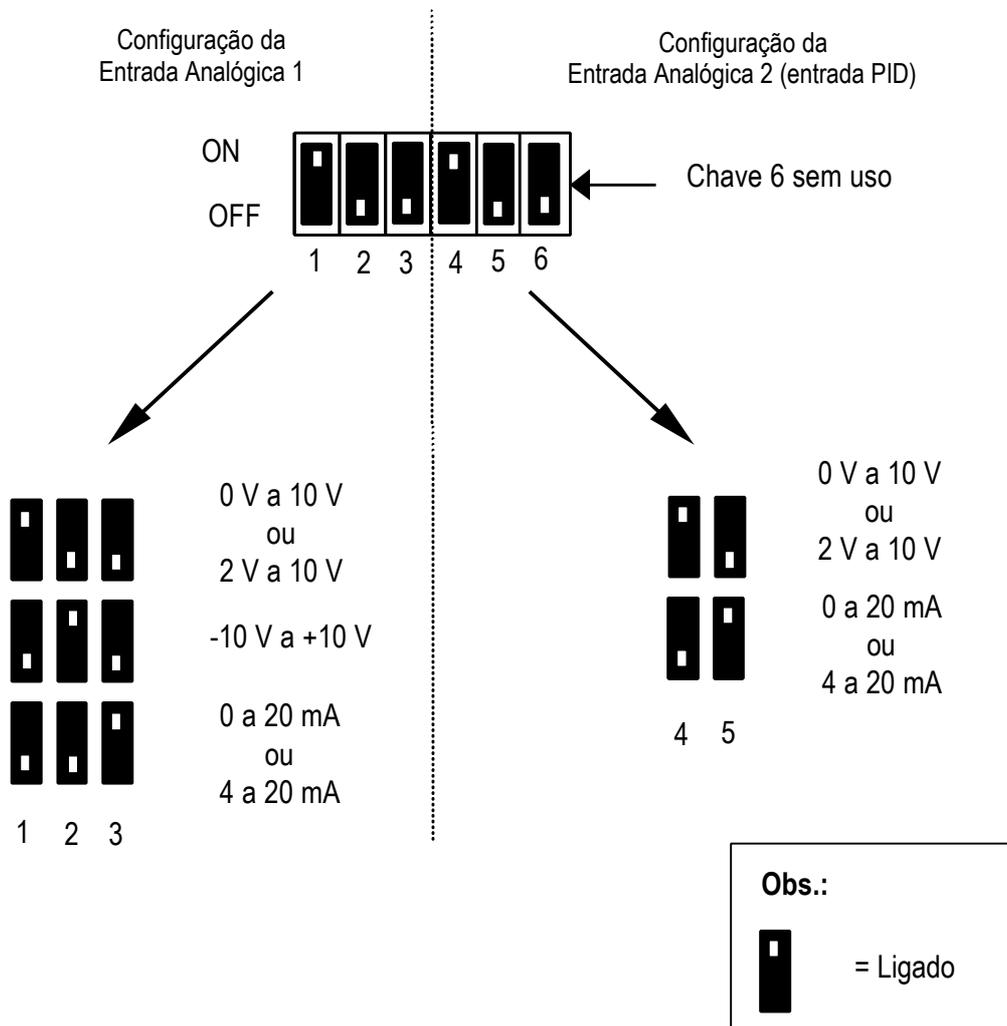
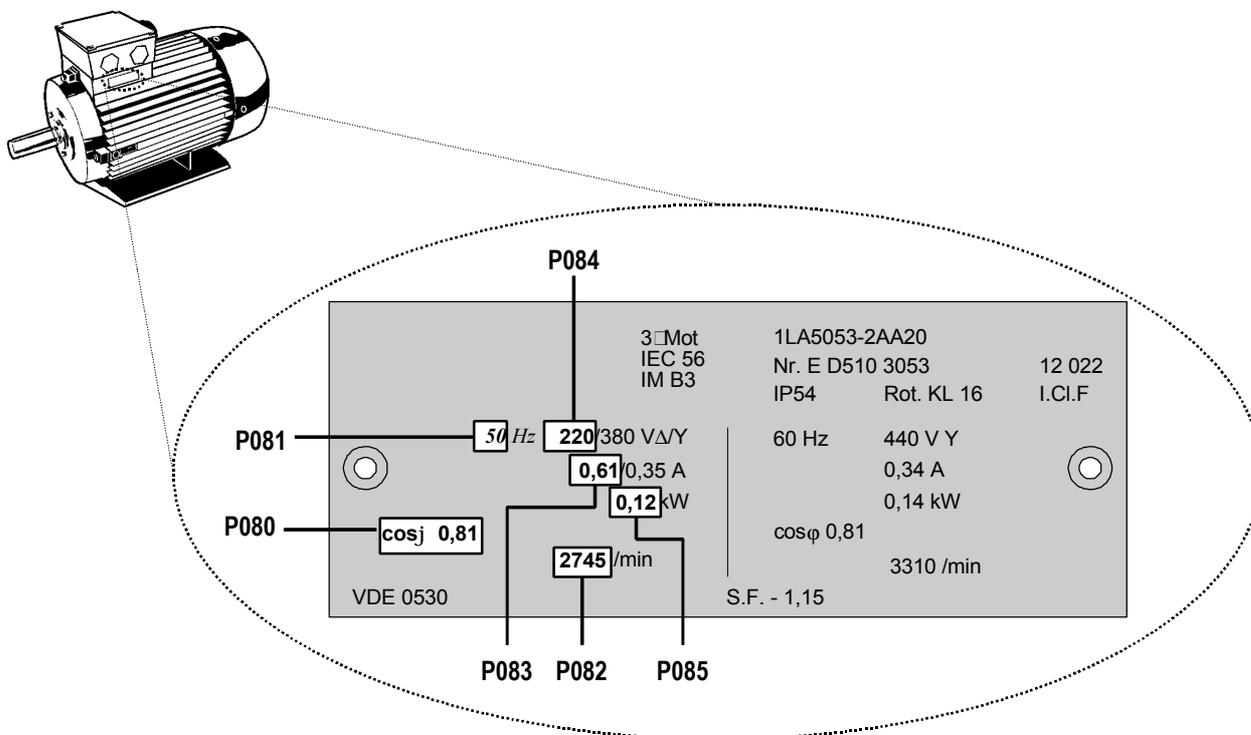

Figura 16. Microchaves Seletoras
Figura 17: Exemplo de Placa de Identificação de um Motor
As microchaves selecionam entre entrada analógica em tensão (V) e corrente (I), e também selecionam um sinal de realimentação para PID em tensão ou em corrente (veja Figura 16: Microchaves Seletoras). Estas chaves podem ser acessadas somente quando:
As cinco microchaves seletoras devem ser ligadas de acordo com os ajustes de P023 ou P323 para a operação do inversor. A Figura 16 mostra o ajuste das chaves para os diferentes modos de operação.
- (1) O inversor não possui nenhuma chave principal de rede, portanto o mesmo estará ativo quando conectado à alimentação principal. O equipamento aguarda, com a saída bloqueada, o acionamento da tecla PARTIR ou um sinal digital equivalente no borne 5 (sentido horário – ajuste de fábrica) ou 6 (sentido anti-horário – ajuste de fábrica) – veja os parâmetros P051 a P055 e P356.
- (2) Caso seja selecionado para visualização a frequência de saída (P001 = 0), enquanto o inversor não estiver operando será visualizado o valor de referência em intervalos de aproximadamente 1,5 segundos.
- (3) O inversor vem programado de fábrica para aplicações padronizadas com motores Siemens. No caso de serem utilizados outros motores, será necessário entrar com os dados de placa do motor nos parâmetros P080 a P085 (veja Figura 17). **Obs.: Estes parâmetros somente serão acessíveis caso P009 = 002 ou 003.**
- (1) Conectar uma chave simples tipo liga/desliga, nos bornes 9 e 5. Com ela será ajustado o inversor para rotação do eixo do motor no sentido horário (ajuste padrão).
- (2) Fixar todas as tampas do inversor e ligá-lo à rede. Ajustar o parâmetro P009 em 002 ou 003 a fim de permitir o ajuste de todos os parâmetros.
- (3) Certifique-se de que o parâmetro P006 esteja ajustado em 000 para receber a referência digital.
- (4) Ajustar o parâmetro P007 em 000 para especificar a entrada digital (DIN1, borne 5 neste caso) e bloquear as teclas do painel de comando.
- (5) Ajustar o parâmetro P005 para a referência de frequência desejada.
- (6) Ajustar os parâmetros P080 a P085 de acordo com a placa de identificação do motor (veja Figura 17).
- (3) Configurar a Entrada Analógica 1 ajustando as microchaves 1, 2 e 3 para entrada em tensão (V). (veja Figura 16, Seção 4.1.2)
- (4) Fixar todas as tampas do inversor e ligá-lo à rede. Ajustar o parâmetro P009 em 002 ou 003 a fim de permitir o ajuste de todos os parâmetros.
- (5) Ajustar o parâmetro P006 em 001 para receber a referência analógica.
- (6) Ajustar o parâmetro P007 em 000 para especificar a entrada digital (DIN1 (borne 5) neste caso) e bloquear as teclas do painel de comando.
- (7) Ajustar os parâmetros P021 e P022 para especificar a frequência de saída mínima e máxima.
- (8) Ajustar os parâmetros P080 a P085 de acordo com a placa de identificação do motor (veja Figura 17).